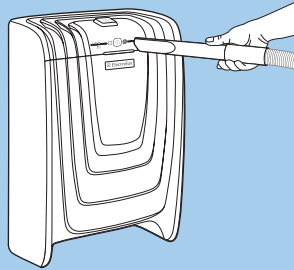

Fig. 12
- Lightly vacuum Dust Sensor every three months after removing the front panel (Fig. 12).
- Passez délicatement l'aspirateur sur le capteur de poussière tous les trois mois après avoir démonté le panneau avant (Fig. 12).
- Aspire con suavidad el sensor de polvo cada tres meses después de quitar el panel frontal (Fig. 12).